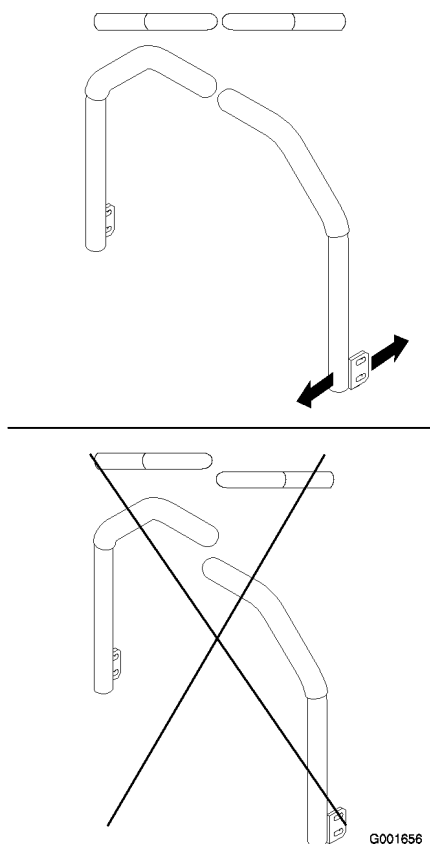

Figura 47
4. Ajuste la posición delante/detrás de las palancas acercándolas a la posición de punto muerto y deslizándolas hasta que queden alineadas, y luego apriete los pernos (Figura 47).